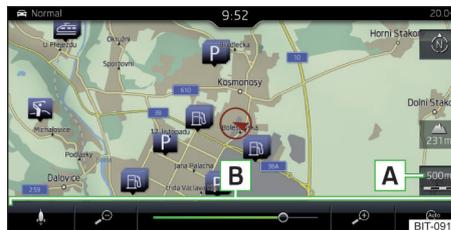

Abb. 233
► Die Funktionsfläche **A** » **Abb. 233** bzw. » **Abb. 234** antippen.
Im Bereich **B** » **Abb. 233** bzw. » **Abb. 234** werden Funktionsflächen für die Kartenmaßstabsänderung eingeblendet.
- Die Funktionsfläche **A** » **Abb. 233** antippen und den Schieberegler verwenden oder die Funktionsfläche im Bereich **B** » **Abb. 233** antippen (gilt für das Infotainment Columbus).